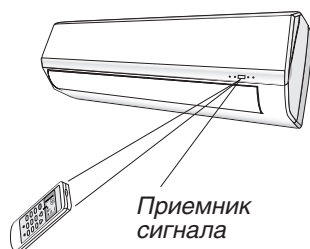

Рис. 5.5
5.3.3 Для уверенной передачи сигнала направляйте пульт непосредственно на внутренний блок кондиционера (рис. 5.5).